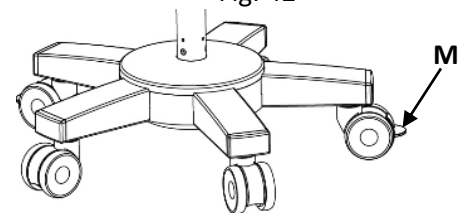

Fig. 43
Bloque le support pour éviter tout mouvement indésirable en appuyant sur les trois freins fournis sur les roulettes pivotantes. Pour déverrouiller, appuyez sur la partie supérieure du frein. Voir (M) Fig. 43.